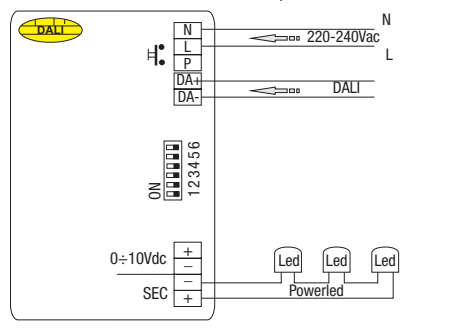

Fig. 2 - RN9168/DALI - RN9168AV/DALI - Réglage avec signal 0-10Vdc - Einstellung mit Signal 0-10Vdc
B - Fonction 0÷10Vdc (S10) - DIM34... (R) - Fig. 2 - Via signal de contrôle 0÷10Vdc